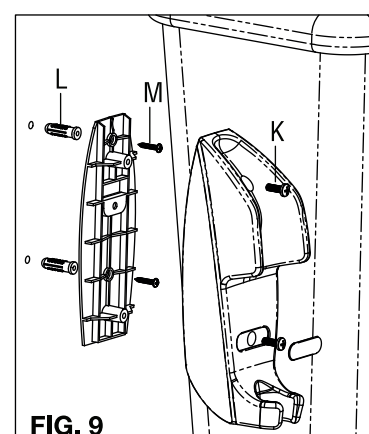

FIG. 9
B) Wall Mount using Screws and Drywall Anchors: [Fig.9]
- a. Remove back plate from Cradle (A) by removing screws (K). Save for re-assembly.
- d. Insert a Drywall Anchors (L) into each of the holes.
- e. Place back plate on wall with mounting holes located over the Drywall Anchors (L)
- f. Screw a Self-Tapping Screw (M) into each Drywall Anchor (L). **Do not over tighten.**
- g. Place Cradle (A) over back plate and secure with the previously removed screws.
B) Montaje al Muro usando Tornillos y Anclajes: [Fig. 9]
- Remueva la placa posterior de la Base Soporte (A) sacando los Tornillos (K). Guardelos para re-armar.
- Inserte los Anclaje Plásticos (L) en cada agujero.
- Coloque la placa plástica sobre la pared y los Anclajes Plásticos (L) usando los Tornillos (M). **No sobre apriete.**
- Coloque la Base Soporte (A) sobre la placa plástica posterior y re-arme con los tornillos.
- Aplique la etiqueta **GoBidet** sobre la Base Soporte (A) para terminar.
- Montage au mur à l'aide de vis et chevilles pour cloison sèche : [Fig.9]
a. Retirez la plaque arrière du Support de Bidet (A) en retirant les vis. Conservez-les pour les installer à nouveau.
d. Enfoncez une cheville pour Cloison Sèche (L) dans chacun des trous.
e. Placez la plaque arrière sur le mur en alignant les trous de montage avec les chevilles pour Cloison Sèche (L)
f. Vissez une Vis Autotaraudeuse (M) dans chaque cheville pour Cloison Sèche (L). Ne serrez pas trop.
g. Placez le Support de Bidet (A) sur la plaque arrière et fixez solidement à l'aide des vis retirées auparavant.